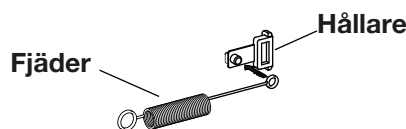

Fig. 8
- Fäst den "lilla" öglan på fjäderns trådände, på hållaren (2 hållare + 2 fjädrar för varje galler) (Fig. 8).